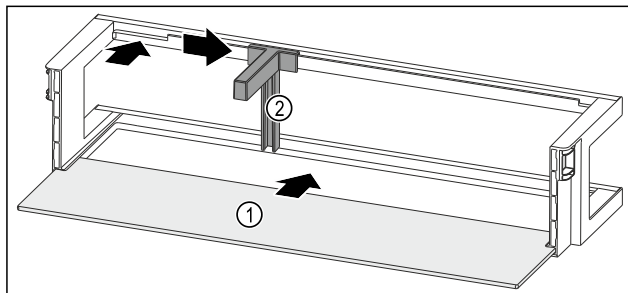

Fig. 85 Deurrek met draagplateau
- Draagplateau Fig. 85 (1) in de zijdelingse inkepingen schuiven.
- Flessenhouder Fig. 85 (2) in de uitsparing plaatsen.
- Flessenhouder Fig. 85 (2) in de gewenste positie opzij schuiven.